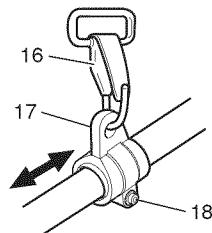

Fig. 7
Enganche el gancho del arnés (16) al asa (17) del tubo del eje de distribución. (Fig. 7)
Puede ser necesario ajustar la posición del asidero (17) para equilibrar la unidad. Para hacerlo, afloje el perno (18) y ajuste la posición del asidero (17). Despues de ajustar según sea necesario, asegúrese de apretar con firmeza el perno (18). (Fig. 7)